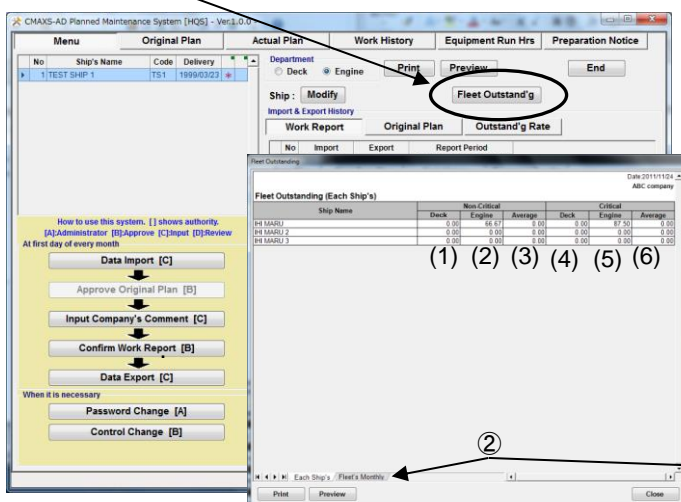

図 16-1 Each ship's 画面
① “Menu 画面”で[Fleet Outstand'g] ボタンを選択してください。 “Each ship's 画面”(図 16-1)が表示されます。